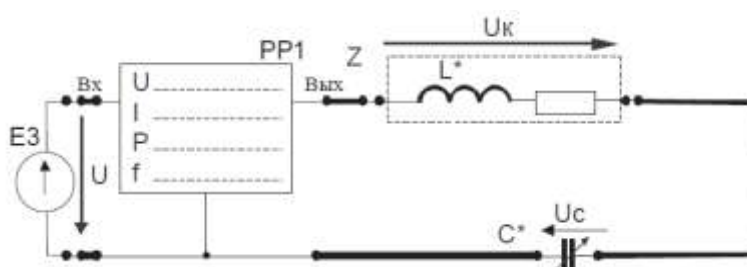

Рисунок 14 - Цепь с последовательным соединением реальной катушки индуктивности и конденсатора
4. Собрать электрическую цепь с последовательным соединением реальной катушки индуктивности  $L^*$  конденсатора  $C^*$  (рис. 14), используя элементы цепи в соответствии с заданным вариантом (табл. 18). Предъявить схему для проверки преподавателю.